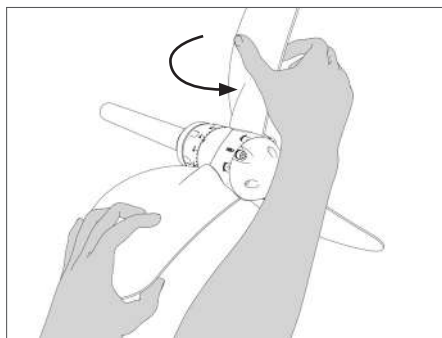

ABB. 22 | Propellerblätter in die Segelposition bringen
- Bringen Sie die Propellerblätter in die Segelposition (**Abb. 22 - 23**).